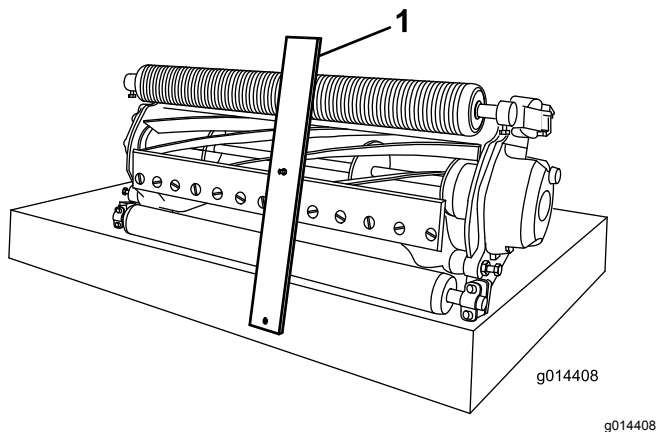

Рисунок 10
- Зацепите головку болта измерительной планки регулировки высоты скашивания за правую сторону режущей кромки неподвижного ножа и приложите задний конец планки к задней части валика (Рисунок 10).